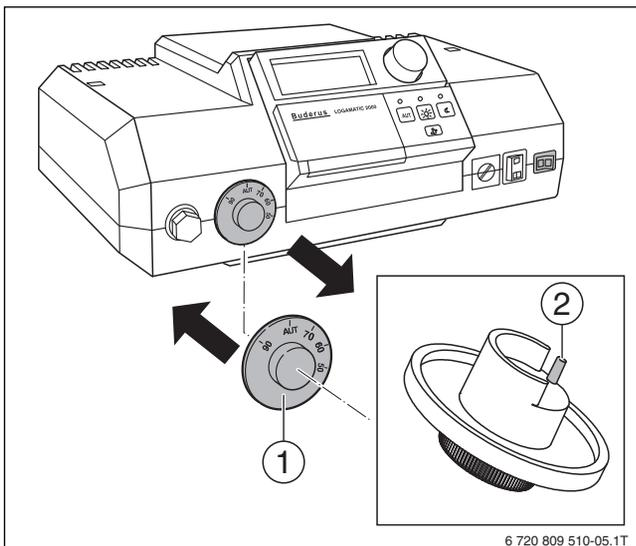

Рис. 26 Замена ручки регулятора температуры котла
- ▶ Установите на регулятор температуры котла (→ рис. 26, [1]) новую ручку со штифтом [2] (→ глава 2.5, стр. 6).